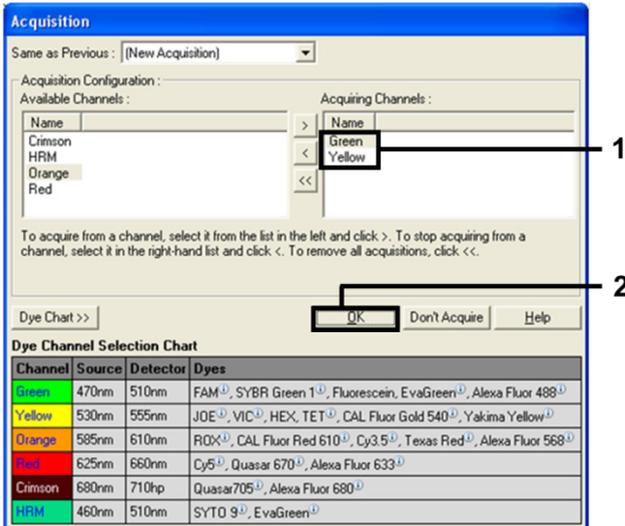

Figura 8. Adquirindo na etapa de ciclagem a 60 °C.
10. Selecione Green (Verde) e Yellow (Amarelo) na lista Available Channels (Canais disponíveis) e, em seguida, clique em > para transferi-los para a lista Acquiring Channels (Canais de aquisição). Clique em OK (OK) (Figura 8).